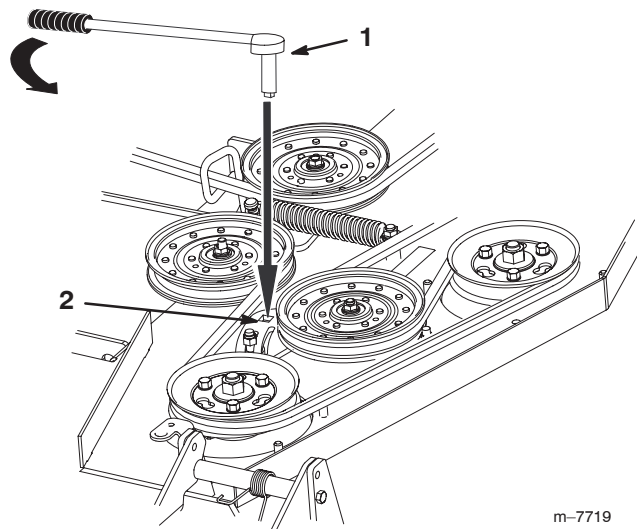

Figure 56
7. Insérez une douille courte avec un manche à rochet ou une barre de levier dans le trou carré du bras de la poulie de renvoi fixe (Fig. 56).